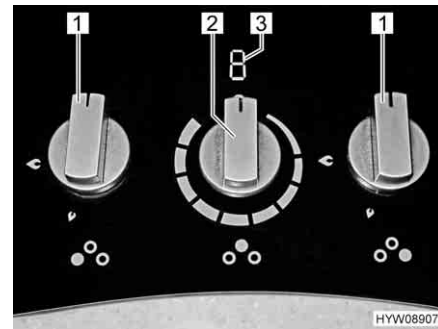

Fig. 166 Elementi di comando (fornello a gas con piano di cottura a induzione)
- Ruotare il pomello girevole (Fig. 166,1) dell'impianto a fiamma libera desiderato in posizione accesa (fiamma alta).
- Ruotare sulla posizione 0 il pomello girevole (Fig. 166,1). La fiamma si spegne.
- Ruotare il pomello girevole (Fig. 166,2) del piano di cottura a induzione nella posizione desiderata. L'indicatore (Fig. 166,3) mostra il valore impostato.
- Ruotare il pomello girevole (Fig. 166,2) del piano di cottura a induzione in posizione 0. L'indicatore (Fig. 166,3) si spegne. Successivamente allo spegnimento, finché la temperatura del piano di cottura a induzione risulta superiore a 60 °C l'indicatore mostra la lettera "H" (indicazione del calore residuo).
Sul piano di cottura a induzione sono indicate le seguenti informazioni (Fig. 166,3):